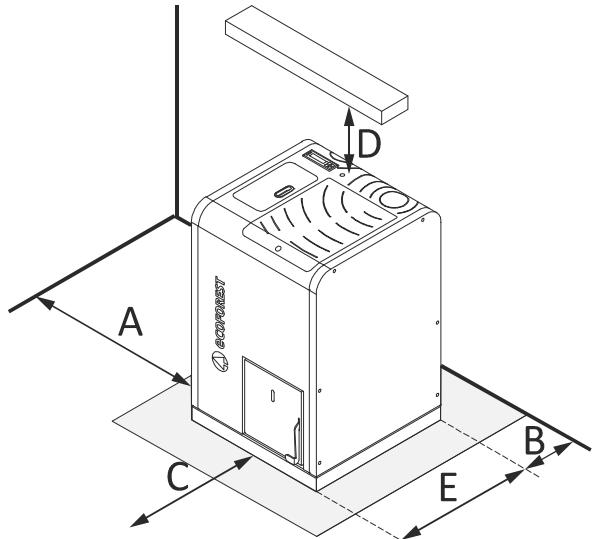

Figura 2
- 4.19.** Confirme os espaços entre a caldeira, o combustível e qualquer tipo de material inflamável, confirme na **figura 2.**